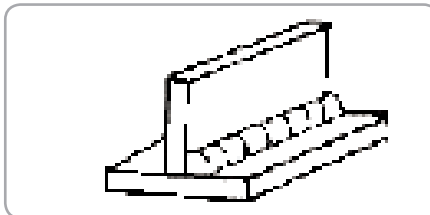

Fig.19
- îmbinări cu cusături continue (fig.19):